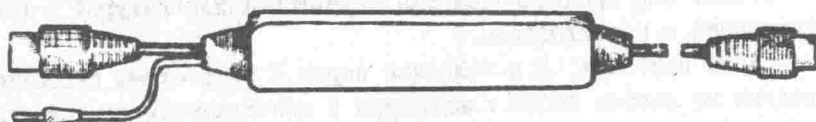

Рис. 5
5.2.7. Внешний вид устройства модуляции приведен на рис.5